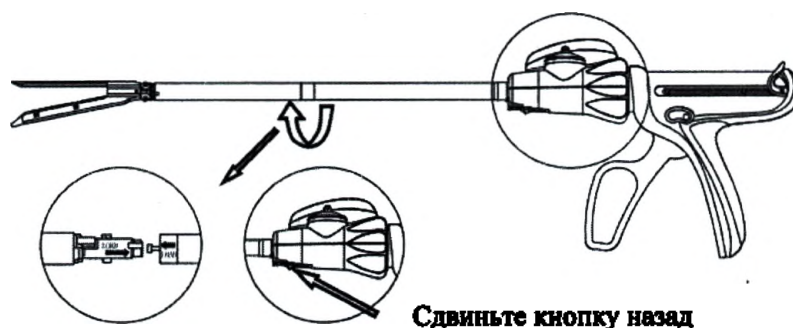

Рисунок 7
8. Чтобы заменить блок загрузочный, убедитесь, что приводящая рукоятка отведена до конца. Найдите кнопку "UNLOAD" внизу вращающейся рукоятки и сдвиньте её назад к подвижной рукоятке одной рукой, а другой удерживайте пустой блок загрузочный, затем поверните его по часовой стрелке для отсоединения. Достаньте новый блок загрузочный из стерильной упаковки и снимите крышку компонента. Затем выполните шаги 2-7 (Рисунок 7).